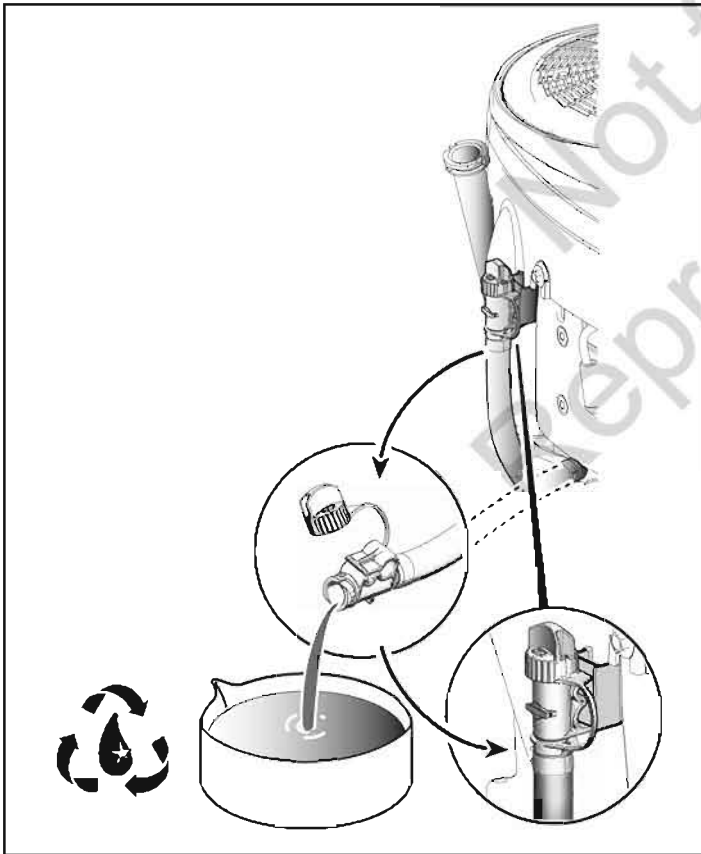

Рисунок 9
5. Отсоедините шланг спуска масла (см. Рис. 9). Аккуратно удалите крышку и опустите шланг в специальный контейнер. После того, как масло сольется, плотно установите крышку на место, затем закрепите шланг на стороне двигателя.